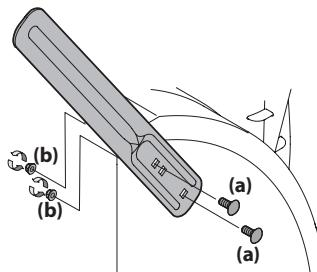

Figura 2-48
1. Retire los dos tornillos (a) y las tuercas de seguridad (b) que sujetan cada cortador de desplazamiento de nieve y retírelos de los lados de la caja de la barrena. Consulte Figura 2-48.
2. Gire los cortadores de desplazamiento de nieve y ubíquelos como se muestra en la Figura 2-48 hacia el exterior de la caja de la barrena.